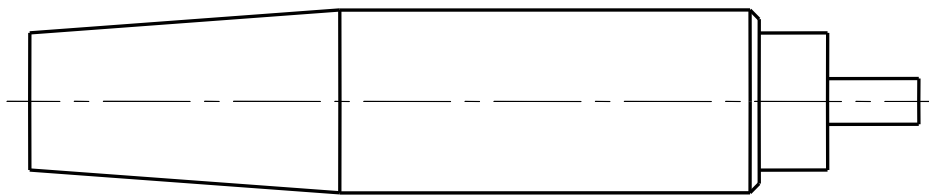

Рис. 2.26
5. Потім дзеркально відобразити верхню половину деталі відносно горизонтальної осі використовуючи команду **Отразить зеркально** (MIRROR) (рис. 2.26).